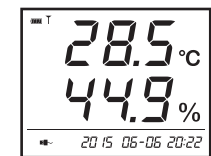

图8
(8) 系统时间设置: 按 [Menu] 键可切换至相应的设置, 相应的值会不停的闪烁 (如图8所示)。